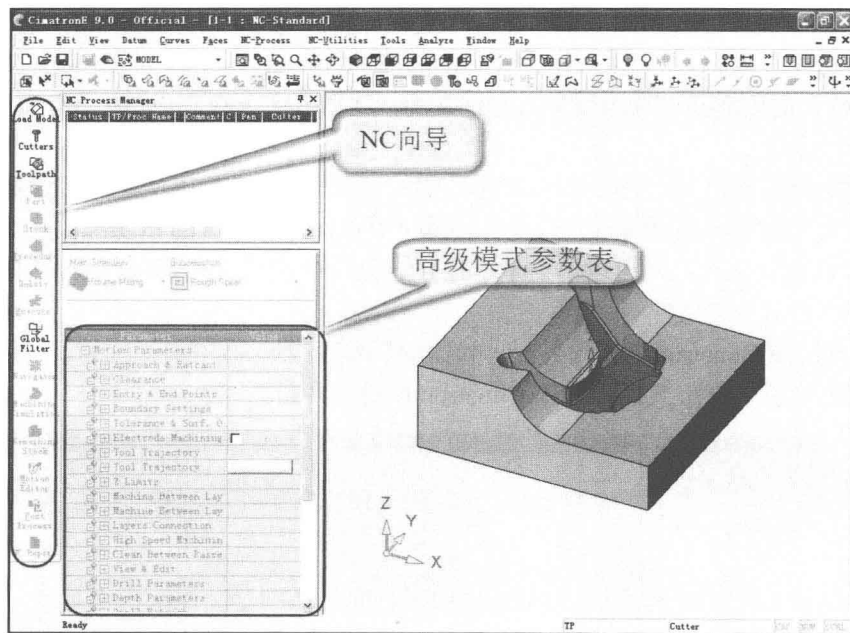

图 1-2
(2) 在初始界面上单击打开文档图标, 打开 **ch01\1-1.elc** 档, 如图 1-2 所示。
读者的界面可能与图 1-2 有所不同, 不同之处可能有两处: 一是 NC 向导工具条可能没有显示, 另一处是高级模式参数表可能没有显示。